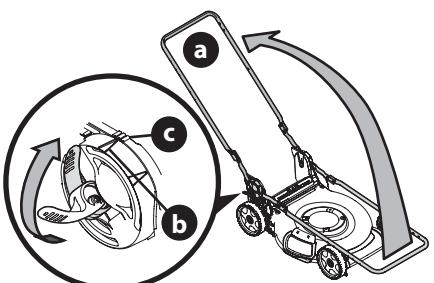

Figure 13
- Assurez-vous que la tondeuse est stable, puis relevez la partie supérieure (a) (Figure 13). Veillez à ne pas pincer le câble de commande de la lame ou le câble d' entraînement lorsque vous relevez le guidon.
- Lorsque vous relevez la partie supérieure du guidon, assurez-vous que l'indicateur (b) est aligné avec une des trois positions (c) (Figure 13).
- Relevez les deux loquets pour les verrouiller (Figure 13).